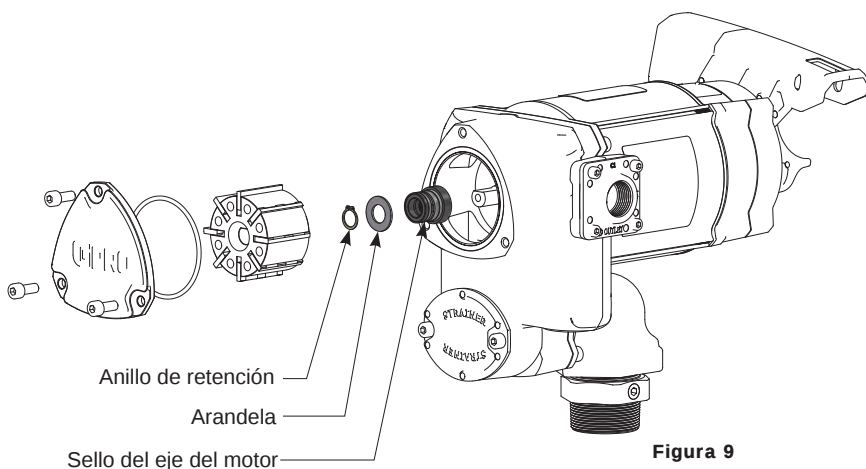

Figura 9
1. Apague la bomba y desconéctela de la energía. Con una llave hexagonal de 6 mm, retire la tapa de acceso al filtro, la junta tórica y el conjunto de la válvula de retención o el filtro, y revise si hay daños o atascos (vea la Figura 9). Limpie el filtro con un cepillo de cerdas suaves y solvente. Si está muy sucio, se puede utilizar aire comprimido. Si está dañado, cambie el conjunto de la válvula de retención o el filtro.
3. Retire la chaveta del eje, el rotor y las paletas. Retire primero las paletas y la chaveta antes de retirar el rotor para evitar que caigan en la entrada de la bomba (consulte la Figura 9).
4. Con unos alicates para anillos elásticos, retire el anillo de retención, teniendo cuidado de no dañar el eje del motor o el orificio de la carcasa (consulte la Figura 9). Retire la arandela y el sello del eje del motor. Deseche estas tres piezas.